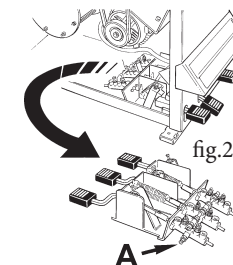

fig.20
- Inserire il tubo dell'aria nell'asola del cassone e collegarlo al rubinetto stallonatore (fig. 20).
- Insert the air hose into the hole in the casing and connect it to the bead-breaker (fig.20).
- Introduire le tuyau de l'air dans l'ouverture de la caisse et le lier au robinet détalonneur (fig. 20).
- Den Luftschlauch in den Kastenschlitz einführen und an den Hahn des Wulststabdrehers anschließen (Abb.20).
- Meta el tubo del aire en la ranura de la caja y empálmelo al grifo destalonador (fig. 20).